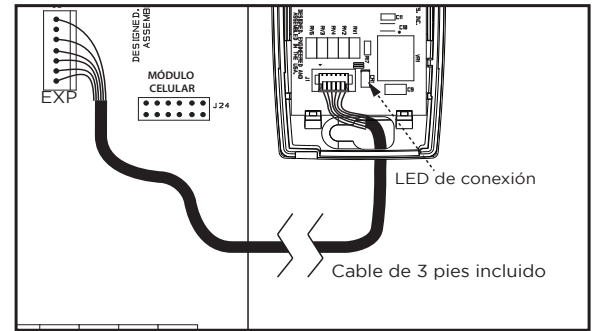

Figura 14: Conexión de módulo 763 a la serie XR150/XR550
1. El cable incluido se conecta al cabezal 763 de 6 pines. Ver Figura 14.
El 763 tiene un LED indicador de conexión que se enciende en verde de forma continua cuando hay comunicación de la red. Vea la ubicación del LED en la Figura 14.